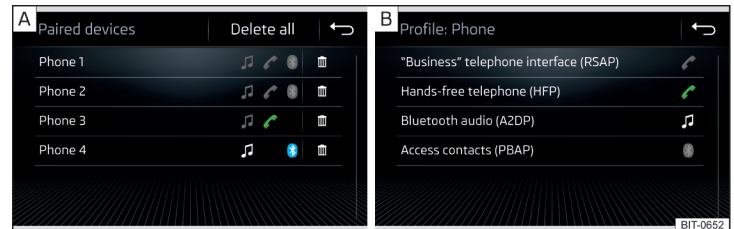
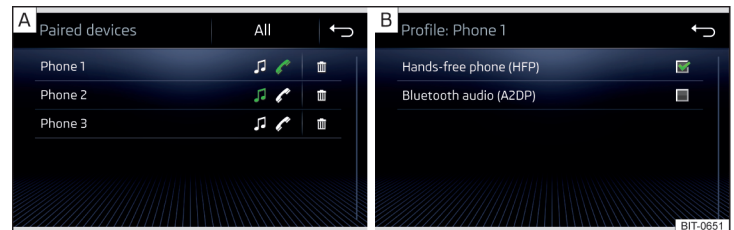

Fig. 192 Infodivertissement Columbus Liste des appareils externes couplés / Liste des profils Bluetooth® disponibles
Fig. 193 Infodivertissement Swing : Liste des appareils externes couplés / Liste des profils Bluetooth® disponibles
Dans la liste des appareils externes couplés, les symboles suivants des profils Bluetooth® » fig. 192 ou » fig. 193 - **☐** peuvent s'afficher pour les différents appareils. ▶
- Sélectionnez le profil souhaité dans la liste des profils Bluetooth® » fig. 192 - » fig. 193 disponibles.